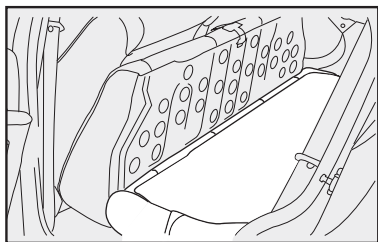
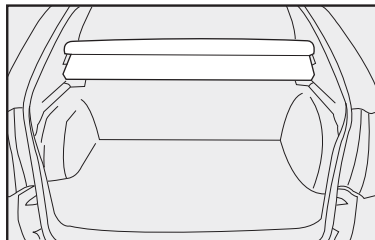

fig. 102
fig. 103
6) Rebater para a frente o encosto **fig. 102** do banco traseiro passando pelos cintos de segurança traseiros de modo a obter um único plano de carga no compartimento de bagagens **fig. 103**.